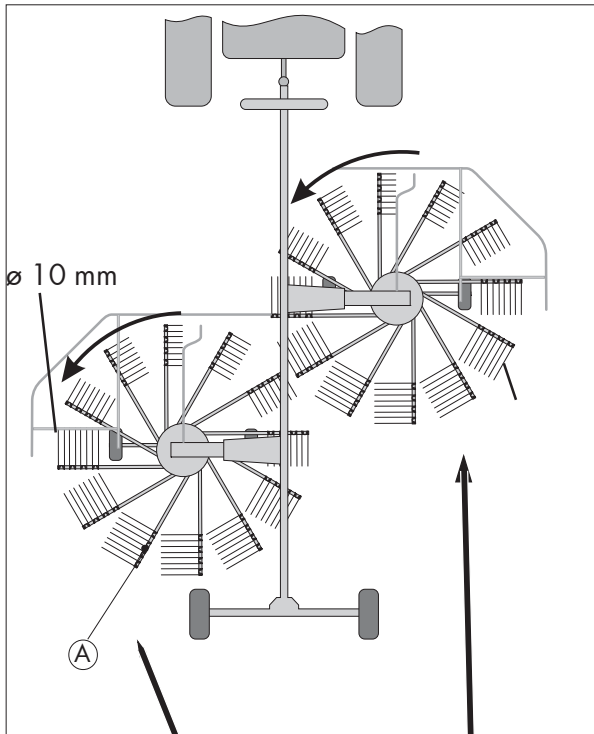

Fig. 2-10
Les supports de dents de la toupie arrière sont marqués d'un adhésif (A) (fig. 2-10).